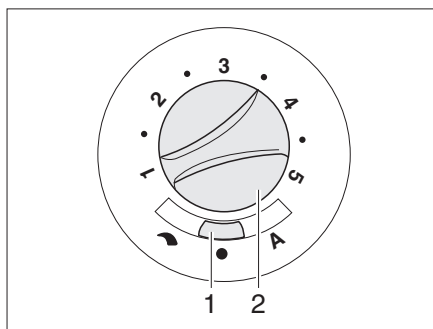

Fig. 111 Conmutador de mando para ventilador de circulación de aire (12 V)
- Ajustar el conmutador deslizante (Fig. 111,1) en "☷" (regulación manual) o "A" (modo automático).
- Cuando en el conmutador deslizante (Fig. 111,1) está ajustado "☷" (regulación manual): Ajustar la potencia deseada del ventilador de circulación de aire con el botón giratorio (Fig. 111,2).
- Ajustar el conmutador deslizante (Fig. 111,1) en "●" (Off). Con el funcionamiento de la calefacción esta posición del conmutador no tiene función.